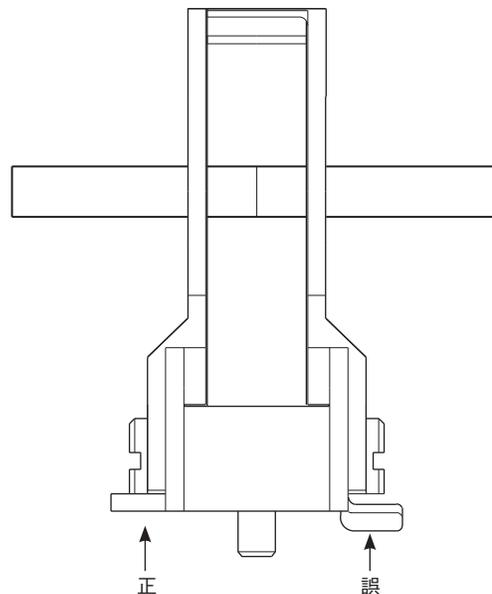
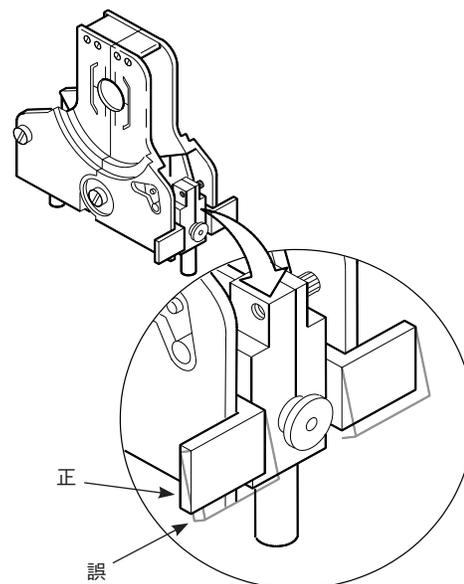

図 15：溶接接合部とラッチの位置を確認する
図 16：正しいラッチの位置
3. 最初の溶接物を挿入し、溶接エンドをセンタリング・ゲージの表面に突き合わせます。フィクスチャーを閉じ、ラッチで留めます。ラッチがフィクスチャー本体に対して完全に閉じていることをご確認ください (図 15)。
6. 溶接接合部が確実に合致し、正しく位置合わせされていることを確認します (図 15)。ラッチが完全に閉じていることを確認します。図 15 (シリーズ4) または図 16 (シリーズ8) をご参照ください。